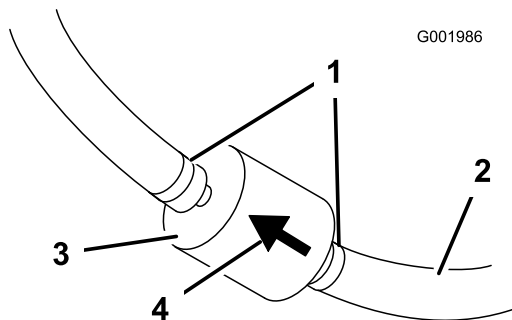

Bild 54
5. Drücken Sie die Enden der Schlauchklemmen zusammen und schieben Sie sie vom Filter weg (Bild 54).